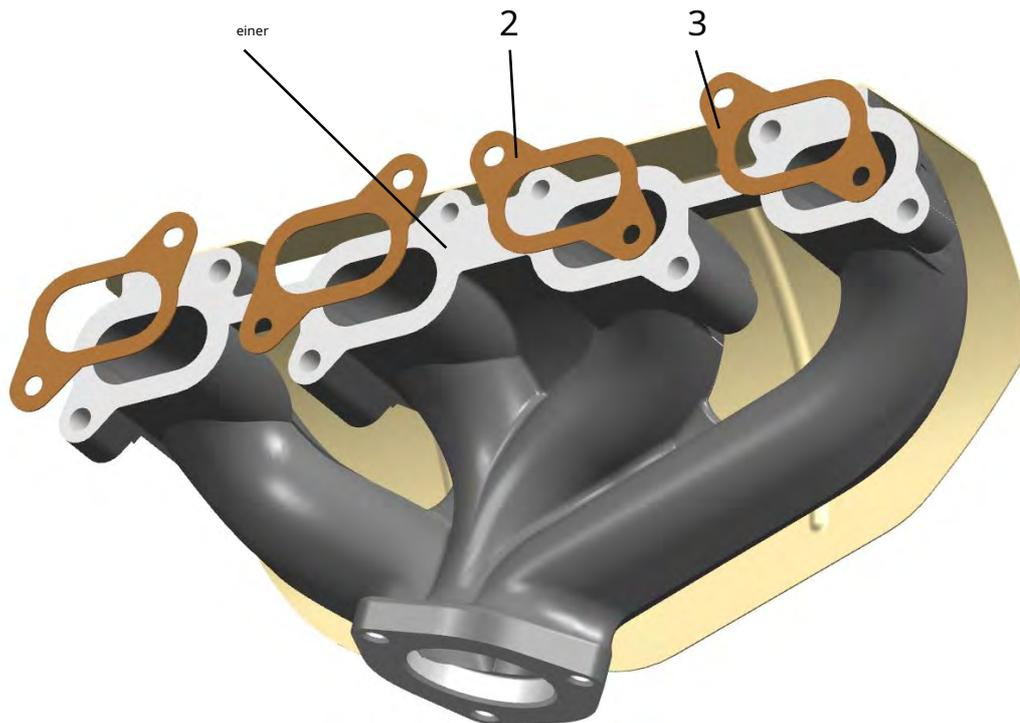

Abb. 40. Auspuffkrümmer:
**Auspuffkrümmer 1** (Abb. 40) ist aus Sphäroguss gegossen. Der Abgaskrümmer ist über vier Stahldichtungen 2 am Zylinderkopf befestigt 2.